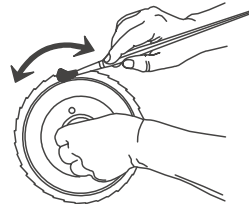
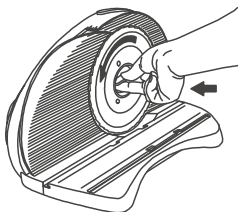

Fig. 6 - Abbildung 6
Fig. 7 - Abbildung 7
Bevestig het mes terug op zijn plaats door de grendel naar links te draaien (fig. 7) Reinig het mes (10) voorzichtig met een borstel (fig. 6). Het wordt aanbevolen af en toe de machine achter het mes schoon te maken.
Remettez correctement la lame à sa place en tournant le bouton vers la gauche (fig. 7).
Nettoyez la lame (10) avec précaution à l'aide d'une brosse (fig. 6). Nous vous conseillons de nettoyer de temps en temps la partie de l'appareil qui se trouve derrière la lame.